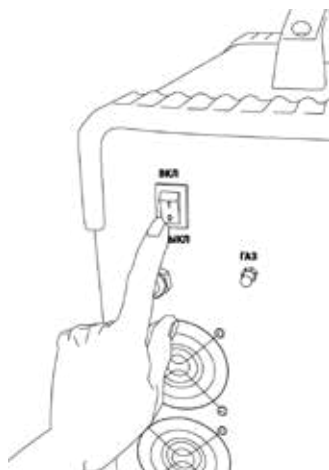

Рис. 9.6. Включение аппарата.
5. Включите сварочный аппарат (См. рис. 9.6)